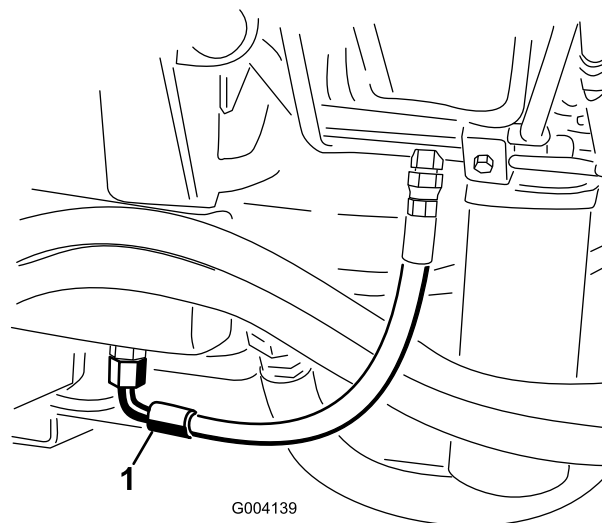

Figura 77
2. Collocate una bacinella di grandi dimensioni sotto il raccordo a T previsto sulla base del serbatoio del fluido idraulico (Figura 77).